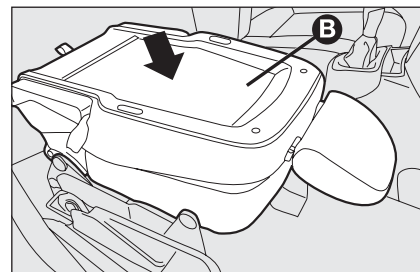

fig. 22
- ☐ luego intervenir en el respaldo **B-fig. 22** presionándolo hacia abajo: el asiento queda totalmente replegado sobre sí mismo en la posición “mesita”;